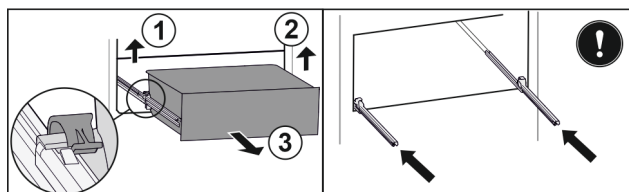

Fig. 153
- Zvedněte levou svorku a současně vytáhněte zásuvku vlevo dopředu. Fig. 153 (1)
- Zvedněte pravou svorku a současně vytáhněte zásuvku vpravo dopředu. Fig. 153 (2)
- Vyjměte zásuvku dopředu. Fig. 153 (3)